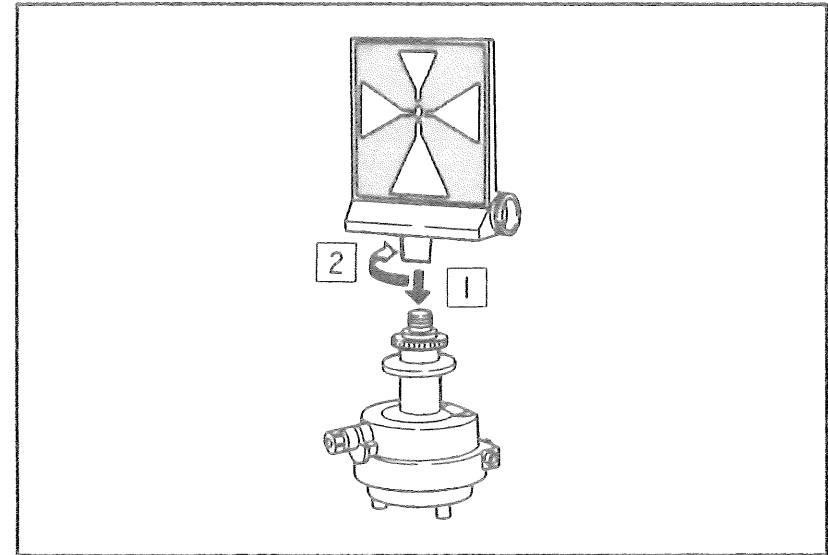

図37
①中心の雌ねじを求心アダプタにねじ込んで、パターンをセオドライトの方向に向け、求心アダプタのナットで固定します。(図37)